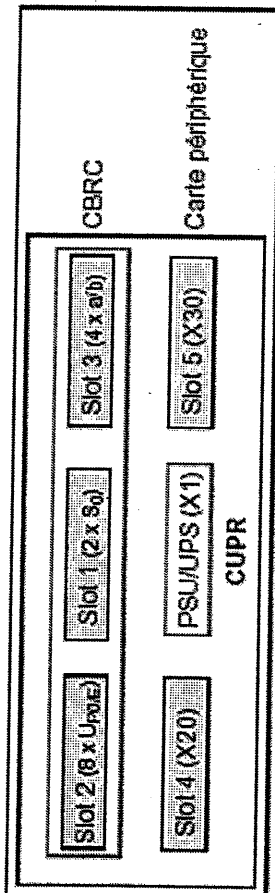

Figure 3-11 Fond de panier CUPR (S30777-Q0751-Z)
- CUPR (Connection Unit Point Rack) S30777-Q0751-Z (figure 3-11) - pour montage dans HIPath 3300 (boîtier 19")